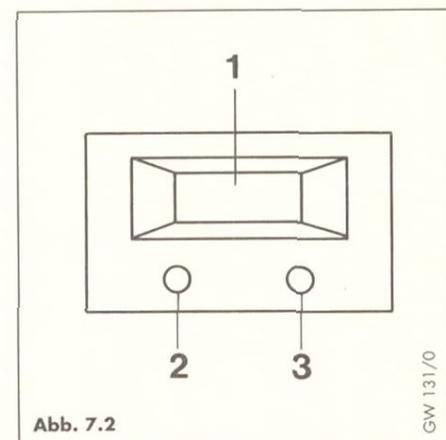
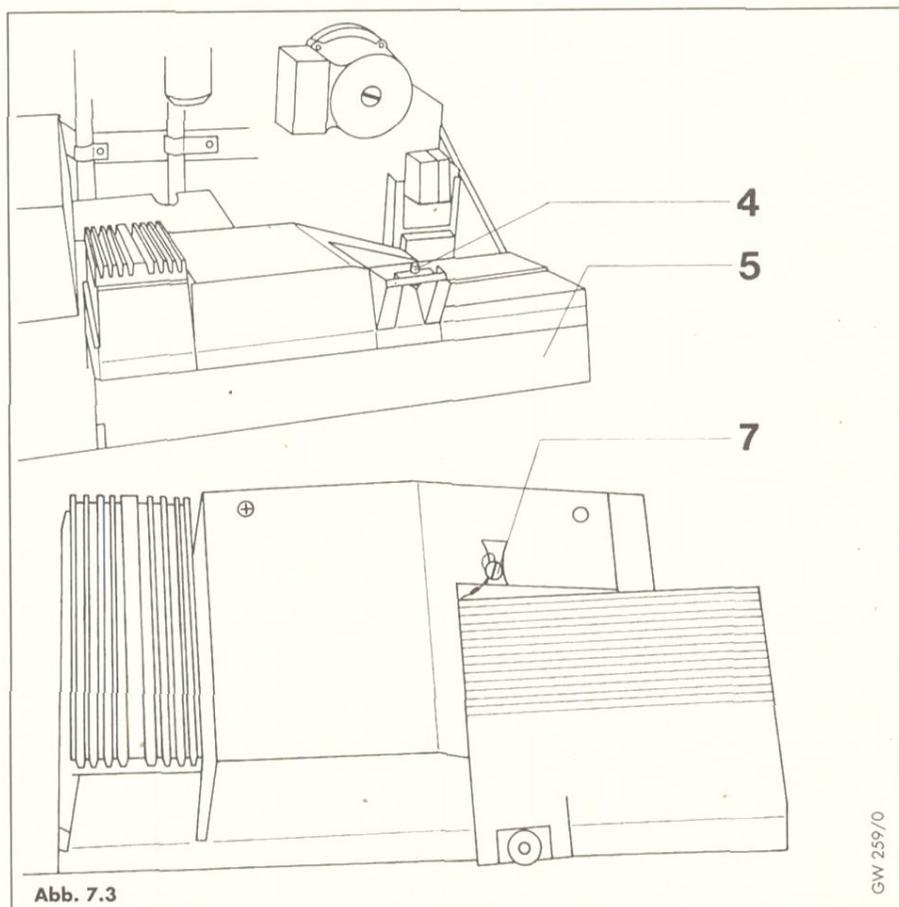

Abb. 7.2
Abb. 7.3
Das Gerät ist werkseitig auf die größte Wärmeleistung eingestellt (Potentiometer (7, Abb. 7.3) gegen Rechtsanschlag – entspricht Displaywert 80).
- Die beiden unter dem Display (1; Abb. 7.2) befindlichen Taster (2 und 3) mit Hilfe von Kugelschreibern o.ä. **gleichzeitig** kurz betätigen (im Display erscheint die Anzeige d0).
- Durch Betätigen des rechten Tasters (3) erfolgt im Display z. B. die Anzeige „80“.
- Unverlierbare Schraube (4; Abb. 7.3) lösen und Schaltkasten (5) nach vorn herausklappen. Rückwand nicht abnehmen.
Legende zu Abb. 7.2 und 7.3
- Am Potentiometer (7, Abb. 7.3) den ermittelten Displaywert einstellen.
- Durch Betätigen der beiden Taster (2 und 3, Abb. 7.2) sowie Umschalten des Betriebsartenschalters auf „Speicherbetrieb“ wird der Modus beendet.